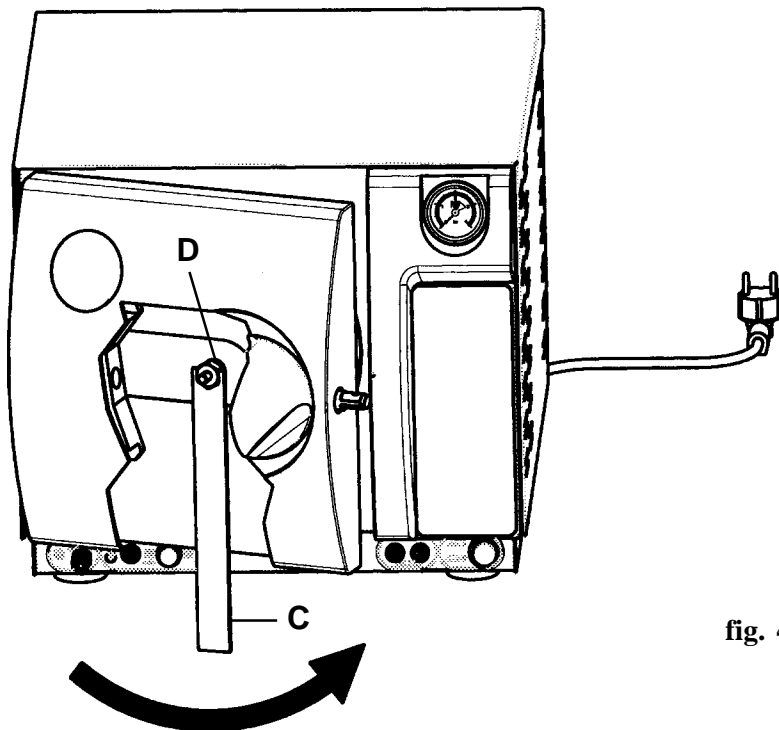

fig. 4
- ⊞ Regolare la chiusura del portello quanto basta per ottenere una buona tenuta dello stesso (fig. 4)
- Effettuare la regolazione della chiusura del portello (fig. 4, pag. 16).